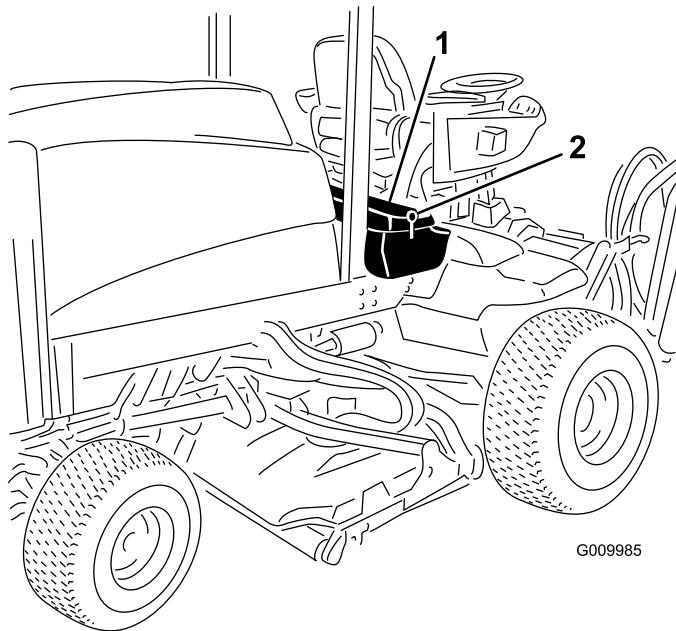

Figura 91
- Desbloqueie e eleve o painel da consola do operador (Figura 91).